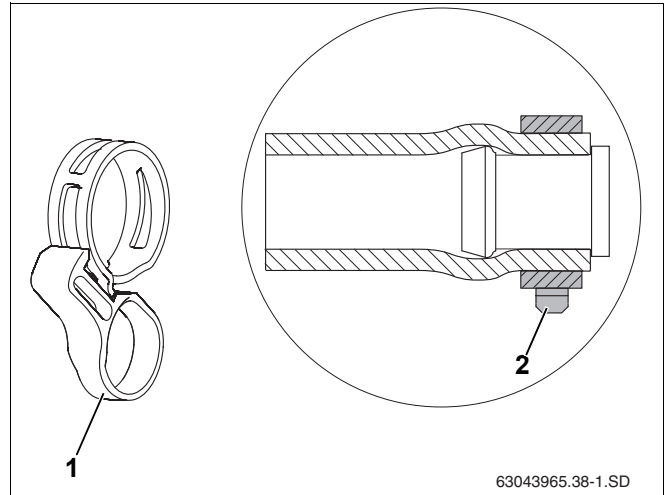

Рис. 17 Пружинный хомут с фиксирующим кольцом, установленный на заглушку
- ▶ Правильное положение пружинного хомута (рис. 17, **поз. 2**) нужно обеспечить непосредственно перед затяжкой фиксирующего кольца (рис. 17, **поз. 1**). Последующее ослабление плоскогубцами может повлиять на зажимное усилие.